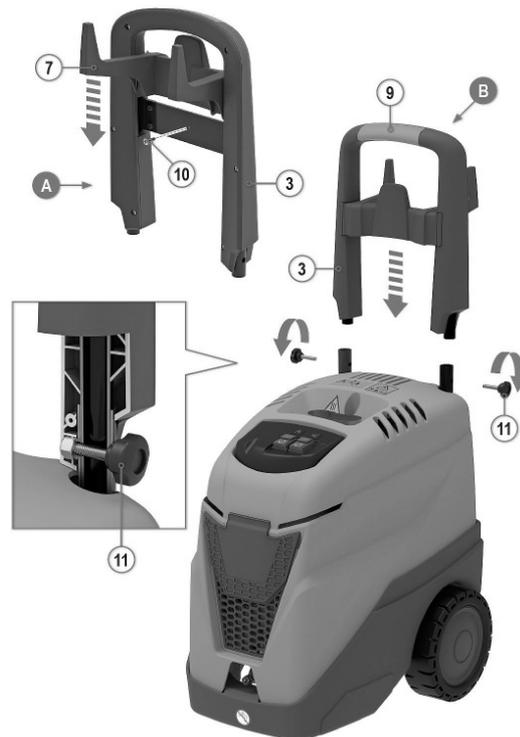

Abb. 11: Vorbereitung für den Betrieb Teil 1
Schritt 1: Die Halterung des Netzkabels (7, Abb.11) auf der Blechplatte des Griffs (3, Abb.11) positionieren und mit selbstschneidenden Schrauben (10, Abb.11) befestigen. Bedienablauf A von Abb. 11.
Schritt 2: Den Griff (3, Abb.11) in die Stahlrohre stecken, die aus der Maschine herausragen und ihn dank dem mitgelieferten Kit befestigen: die Sterngriffe (11, Abb.11) an den von den entsprechenden Sitzen gehaltenen Muttern, die im Griff vorbereitet sind, festziehen. Bedienablauf B von Abb. 11.
Schritt 3: Den Hochdruckreiniger in Arbeitsposition bringen und durch Nutzung des Griffes (3, Abb.11) bewegen.